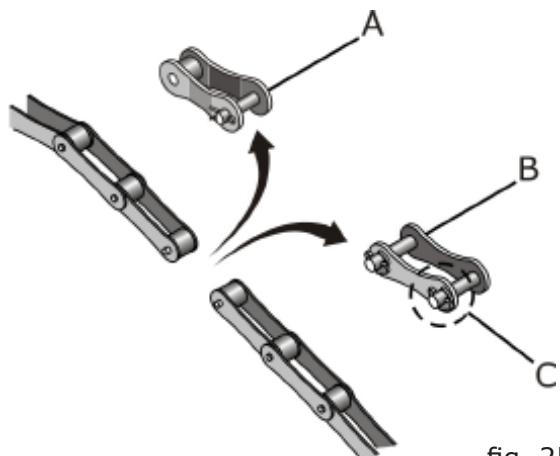

fig. 25
As correntes de transmissão saem de fábrica pré-ajustadas de acordo com a distância entre eixos das rodas dentadas. Eventualmente se for necessário alguma manutenção ou reparo de emendas (B) (fig. 25) ou reduções (A), retire o contrapino (C), fazendo a retirada do número de emendas, reduções ou elos avulsos.